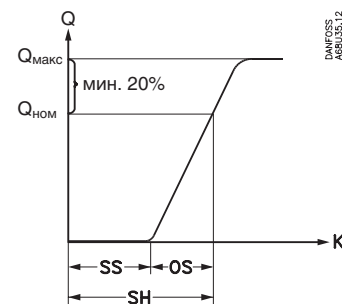

Рис. 5. Перегрев
(см. рис. 5)
Статический перегрев (SS) составляет 2K, 3K, 4K или 6K (для вентилях TUB/TUBE и TUC/TUCE, см. рис. 5)